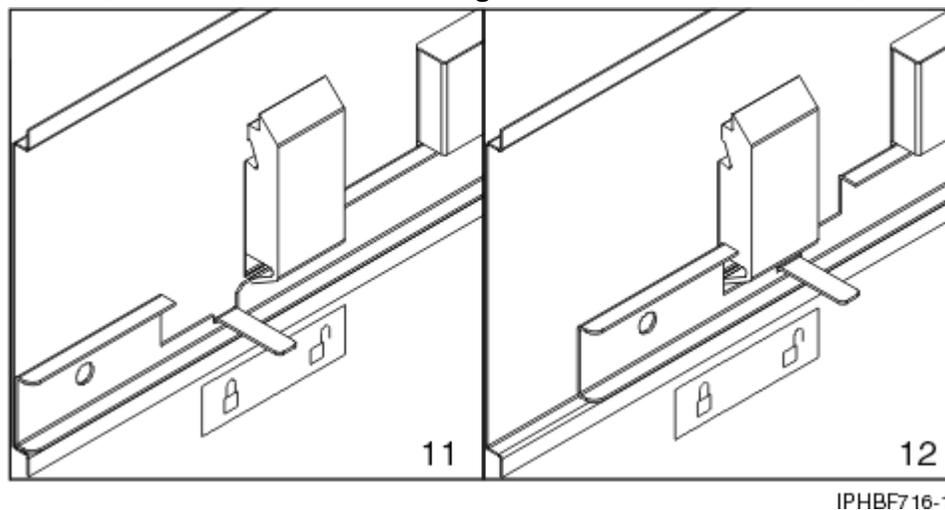

Abbildung 57. Aufkleber für geschlossene/geöffnete Position an Abdeckung anbringen
- e. Bringen Sie einen Aufkleber für die geschlossene/geöffnete Position so an der Innenseite der Abdeckung an, dass sich die Zunge der Schiebeleiste über dem Symbol für die geschlossene Position befindet (siehe **11** in Abbildung 57 auf Seite 87), wenn die Schiebeleiste in der geschlossenen Position ist, und dass sich die Zunge der Schiebeleiste über dem Symbol für die geöffnete Position befindet, wenn die Schiebeleiste in der geöffneten Position ist (siehe **12**).